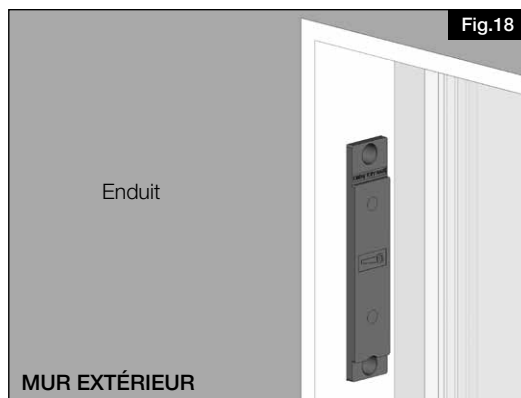

Fig.18
13. Enduire jusqu'au cadre de scellement (voir Fig.18).